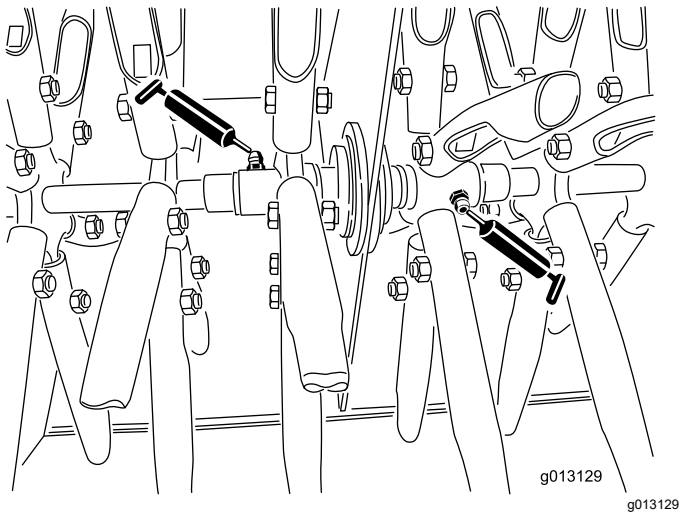

Figura 17
3. Gire manualmente los 2 conjuntos de taladros centrales de hasta que vea los engrasadores (Figura 17).